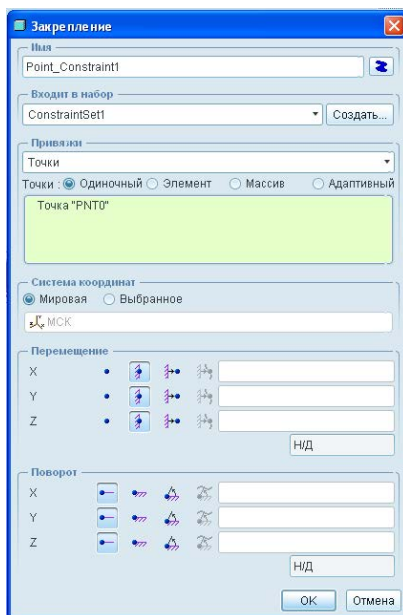

Рис. 6. Пример закрепления точки PNT0
- нажмите свободное вращение для вращения вокруг осей X, Y и Z. Диалоговое окно должно соответствовать рис. 6;